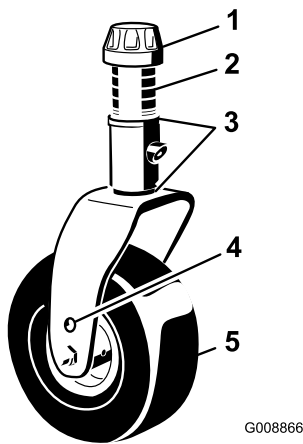

Figura 82
1. Retire el casquillo tensor del eje y deslice el eje fuera del brazo de la rueda giratoria (Figura 82). Vuelva a colocar los suplementos, según sea necesario, para elevar o bajar la rueda giratoria y obtener la inclinación correcta de la unidad de corte.